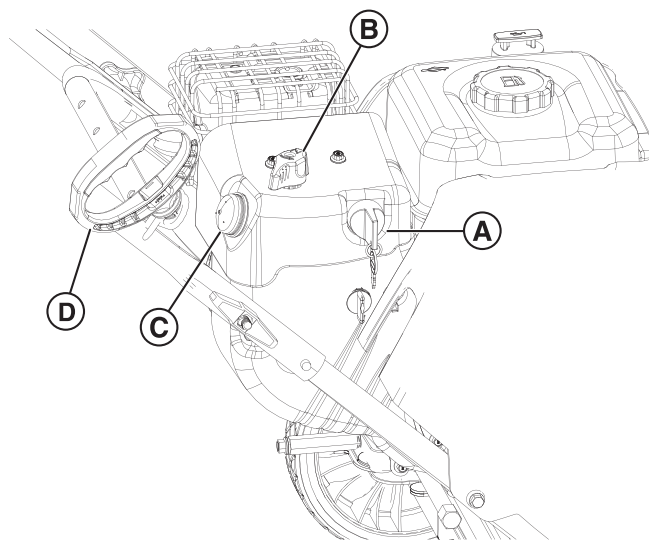

Рис. 6
1. Поверните ключ зажигания (А, Рис. 6) в положение ВКЛ или нажмите на ключ ВКЛ/ВЫКЛ.